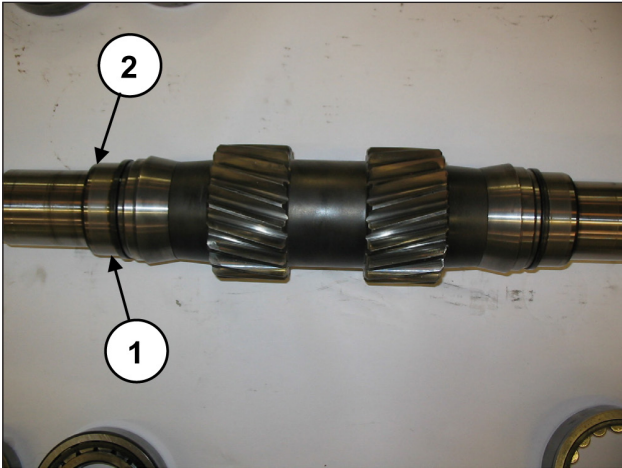

Fig. 33
Solte os anéis internos dos rolamentos do eixo PTO (pos. ①, Fig. 33), e os dois espaçadores do rolamento interno (pos. ②, Fig. 33).